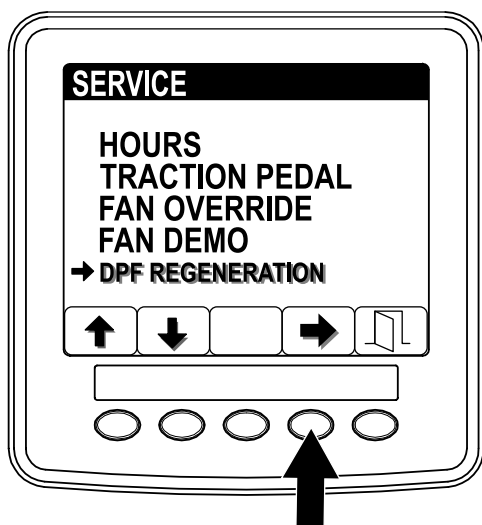

图4
- 按 4 号按钮选择 DPF Regeneration (DPF 再生) 条目 (图4)。